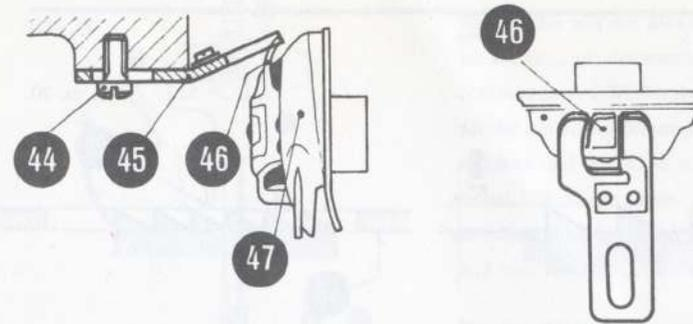

Abb. 17
Nach der Einstellung von Nadel und Greifer (47) ist der Spulenkapselträger-Anschlag (45) an der Maschine zu befestigen und soweit nach vorn zu verschieben, bis auf beiden Seiten die Unterkante desselben mit der Unterkante des Haltefingers (46) des Spulenkapselträgers abschneidet. (Abb. 17) Ferner muss die Vorderkante des Spulenkapselträger-Anschlages (45) mit der Vorderkante des Haltefingers (46) am Spulenkapselträger bündig sein. Nach richtiger Einstellung ist er mit der Schraube (44) festzuziehen.